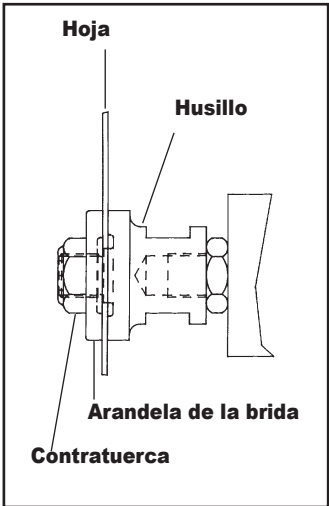

FIG. 2
- a. Husillo estándar: Instale la hoja en el borde del husillo de 5/8 de diámetro (Fig. 2). Instale la brida con el lado de relieve hacia la hoja y atornillela a la contratuerca. Manteniendo una llave (suministrada) sobre la cara plana del husillo de, apriete la contratuerca del husillo. La hoja debe asentar completamente en el borde del husillo y quedar al ras de la cara del husillo.
Detalle de **Arandela de brida** de la Fig. 2 y 3 a la derecha.